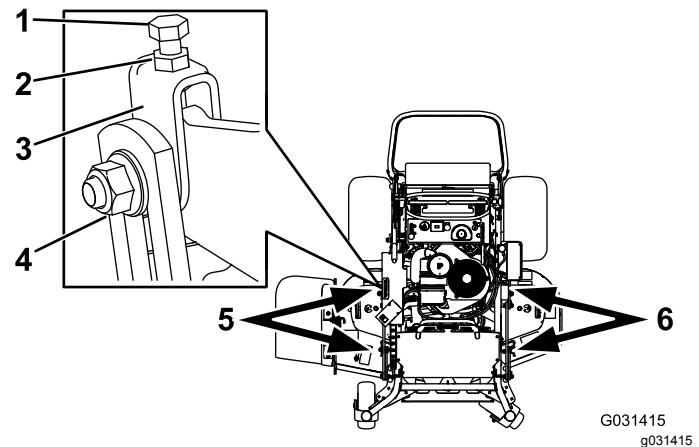

Bild 85
1. Lockern Sie die seitliche Mutter und Klemmmutter in den Jochs, die Sie einstellen möchten (Bild 85).
2. Drehen Sie die obere Schraube der Jochs, um die Höhe des Mähwerks einzustellen (Bild 85).